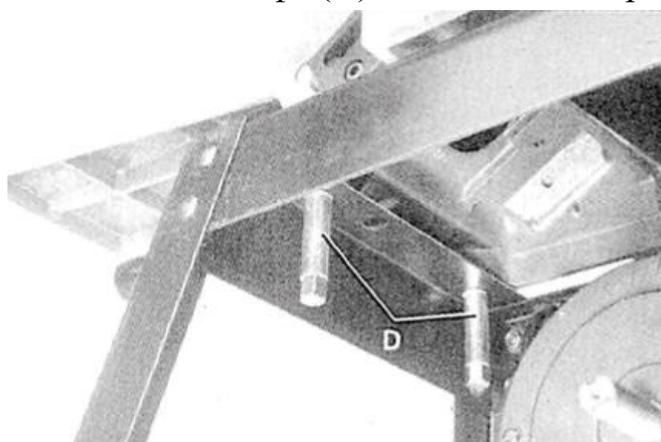
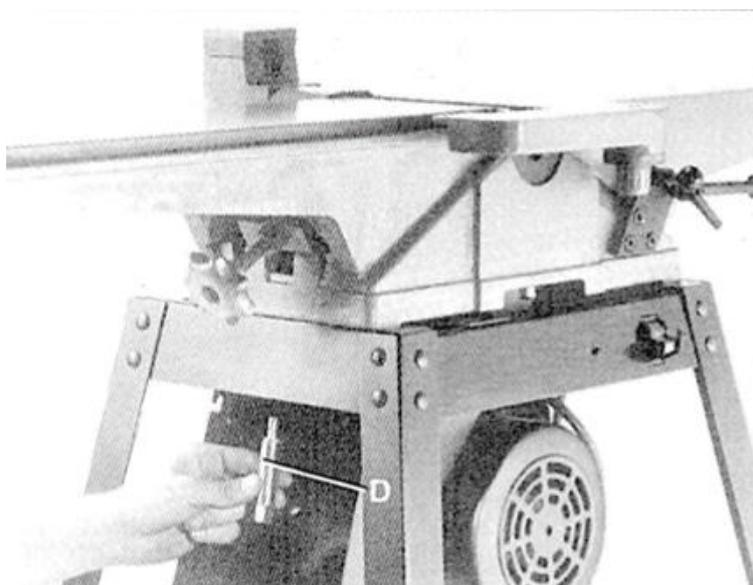

Рис. 8
Рис. 9
2. Закрепите станок в верхней части стойки с помощью поставляемого в комплекте ключа, трех стопорных шайб и специальных штифтов. Два специальных штифта, которые представлены на (D) – Рис. 8 – для загрузочной стороны, и один специальный штифт (D) – Рис. 9 – для приемной стороны.